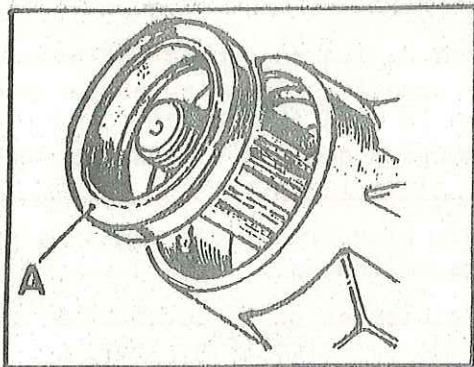

Fig. E-86 Montaje del retén de aceite
- 3.4.6. Montar el retén de aceite, con el labio de obturación hacia el interior. Si el retén es de cuero se mantendrá sumergido en aceite SAE-90 EP durante cuatro horas, antes de montarlo, aplicándole una capa de grasa MOLYKOTE BR2 en el labio de obturación, cuando se vaya a montar, Si el retén es de caucho, se le aplicará aceite SAE 90 EP en el labio de obturación al montarlo. Si el retén dispone de armazón metálico, se le aplicará una capa de compuesto sellador HERMETICAL 600 en su parte exterior, con el fin de evitar posibles fugas de aceite entre el retén y el cárter (Fig. E-86).